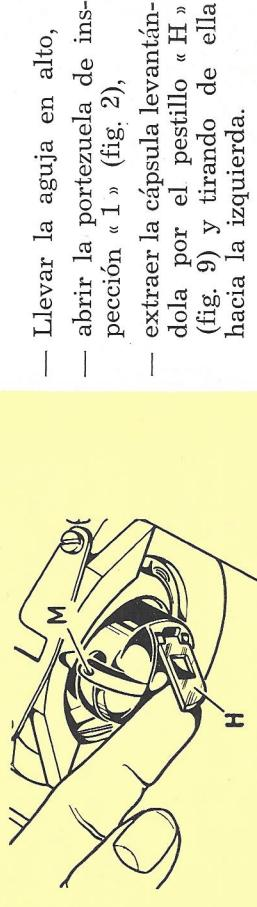

Fig. 9
- coger la cápsula por su pestillo « H » e introducirla en el perno central de la lanzadera (fig. 9). La punta « M » debe penetrar en la ranura de la corona o tapa del carri,